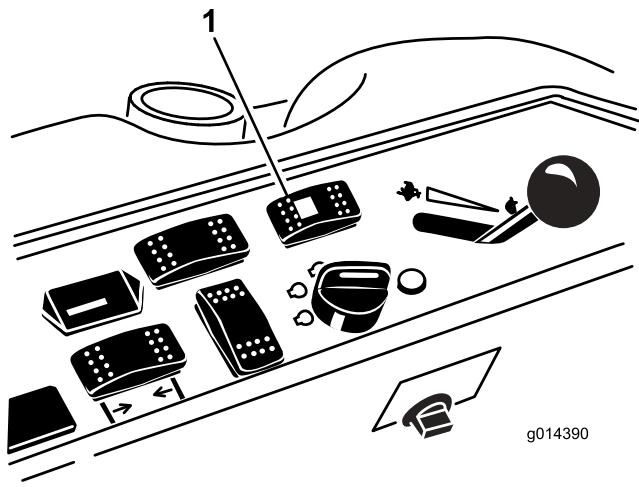

Figure 42
1. Poussez le sélecteur de direction à la position arrière 4 roues motrices (Figure 42).